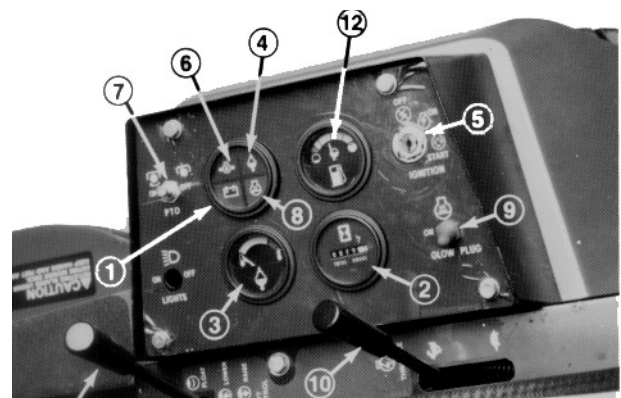

Fig. 10
Amperelampe (fig. 10)—Amperelampen skal være av når motoren går. Hvis ikke må ladesystemet undersøkes og repareres etter behov.
Timemåler (fig. 10)—Antall timer motoren har gått registreres av timemåleren.
Temperaturmåler og varsellampe for høy temperatur (fig. 10)—Kjøletemperaturmåleren måler kjøletemperatur i systemet. Hvis temperaturen blir for høy, vil motoren automatisk slå seg av og varsellampen for høy temperatur lyser. Hvis dette skjer må du slå tenningsbryteren av, undersøke at radiatoren ikke er forurenset, undersøke vifteremmen og kjølemiddelnivået i ekspansjonstanken. Avstengning ved høy temperatur vil automatisk tilbakestillen når kjølevæskens temperatur har falt igjen.
Varsellampe for lavt oljetrykk (fig. 10)—Hvis motoroljens trykk faller for mye, vil lampen lyse. Stopp motoren og reparér før du fortsetter.
Krafttuttsbryter (fig. 10)—Trekk vippebryterhåndtakets krage opp og sett håndtaket i stilling PÅ for å KOBLE INN den elektriske krafttuttsclutchen. Trekk kragen opp og sett håndtaket i stilling AV for å KOBLE UT clutchen. Eneste gang krafttuttsbryteren skal være INNKOBLET er når utstyret er nede i arbeidsstilling og klar til å begynne.
Tenningsbryter (fig. 10)—Brukes til å starte og stoppe motoren. Den har tre stillinger: AV, KJØR og START. Drei nøkkelen med urviserne—START-stilling—for å koble startermotoren til. Slipp nøkkelen når motoren starter. Nøkkelen vil automatisk gå til PÅ-stilling. For å slå motoren av dreies nøkkelen mot urviserne til AV-stilling.
Glødepluggbryter og indikator (fig. 10)—Brukes til å forvarme motorsylindrene før kaldstart—sylindrene forvarmes automatisk ved varm motorstart. Til kaldstart skyves bryterhendelen opp og holdes mens du holder øye med indikatoren. Den lyser oransje så lenge glødepluggene er aktivert. Den tiden som går med til å forvarme sylindrene avgjøres av lufttemperaturen.
Gasspådrag (fig. 10)—Brukes til å kjøre motoren med forskjellige hastigheter. Flytt gasspådraget frem for å øke motorens turtall—HURTIG; tilbake for å redusere turtallet—LANGSOMT. Gasspådraget regulerer hastigheten til knivene og, sammen med fremdriftspedalen, fremdriftsenhetens hastighet.
Hydraulisk løftehendel (fig. 10)—Den hydrauliske løftehendelen har tre stillinger: FLYT, TRANSPORT og LØFT. For å senke klippeenheten til bakken flyttes løftehendelen fremover til stilling FLYT. Denne stillingen brukes for å klippe og når klipperen ikke er i bruk. For å løfte klippeenheten trekker du løftehendelen bakover til LØFT-stilling. Etter at klippeenheten er løftet flytter du løftehendelen til TRANSPORT-stilling. Klippeenheten må være løftet når du skal kjøre fra ett arbeidsområde til et annet.
4. Drei tenningsnøkkelen til START-stilling (fig. 10). Slipp nøkkelen straks motoren starter og la den få gå tilbake til KJØR-stilling. Sett gasskontrollen i stilling LANGSOM.